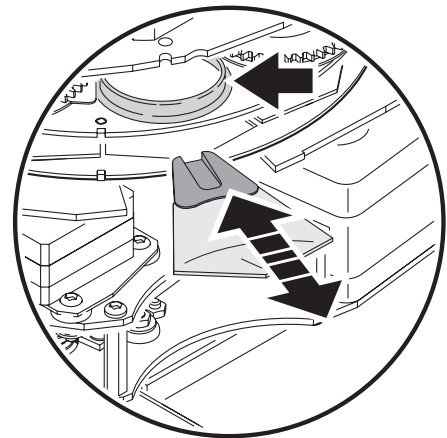

Bild 8: Tauschen eines Farbfilters
3. Drehen Sie das Goborad, bis die offene Position über dem Filter liegt, den Sie austauschen wollen. (siehe Pfeil in Bild 8).